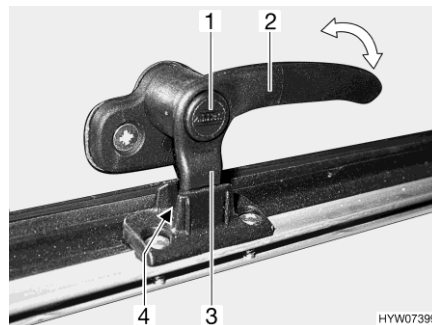
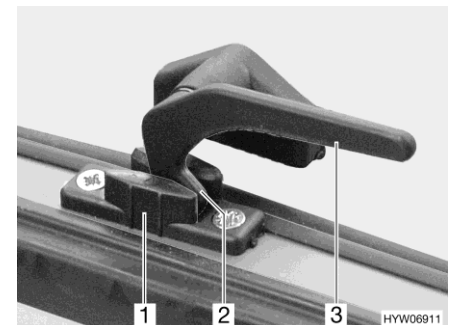

Bild 73 Verriegelungshebel mit Sicherungsknopf in Stellung "Dauerbelüftung"
Bild 74 Verriegelungshebel in Stellung "Dauerbelüftung"
- in Stellung "Dauerbelüftung" (Bild 73 und Bild 74)
- Wenn vorhanden, Sicherungsknopf (Bild 73,1) drücken und gedrückt halten.
- Den Verriegelungshebel (Bild 73,2 oder Bild 74,3) eine viertel Umdrehung zur Fenstermitte hin drehen.
- Den Verriegelungshebel wieder zurückdrehen. Die Verriegelungsnase (Bild 73,3 oder Bild 74,2) am Verriegelungshebel dabei in die Aussparung der Fensterverriegelung (Bild 73,4 oder Bild 74,1) einfahren.
- Wenn vorhanden, Sicherungsknopf (Bild 73,1) loslassen.